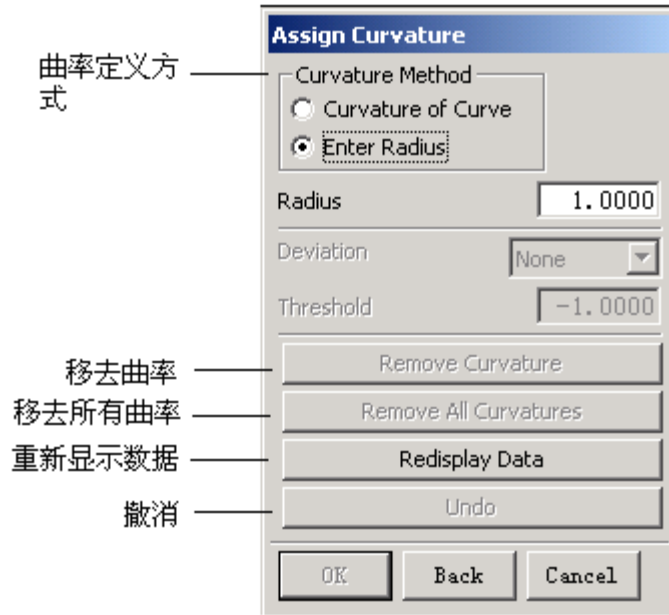

图 4.78 Assign Curvature 对话框
2) 单击 **Assign Curvatures** 按钮后，系统会弹出如图 4.78 所示的 **Assign Curvature**（定义曲率）对话框，让用户设置各定义点的斜率。